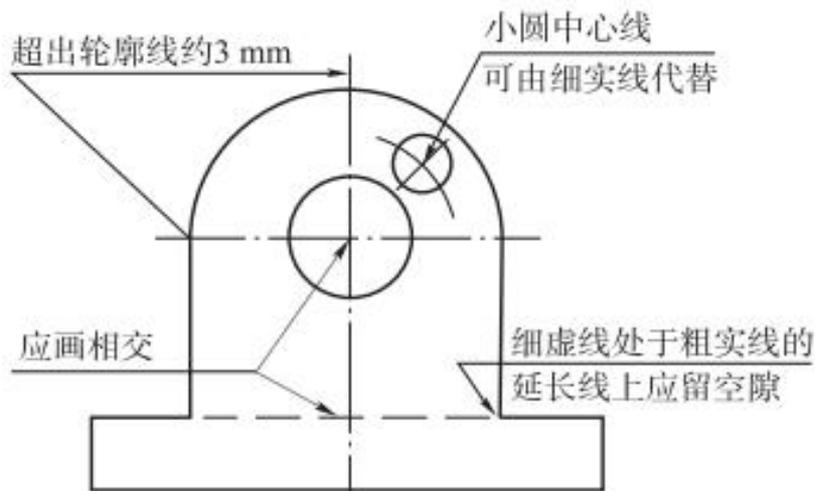

图 1-8 图线画法的注意事项
- (3) 绘制圆的对称中心线时，圆心应为画线的交点。当所绘圆的直径较小，画点画线有困难时，细点画线可用细实线代替。
- (4) 细点画线、细虚线以及其他图线相交时，都应以画线相交。当细虚线处于粗实线的延长线上时，在细虚线与粗实线的连接处应留出空隙。
- (5) 作为图形的对称中心线、回转体轴线等的细点画线，一般应超出该图形外约 2~5mm，如图1-8所示。